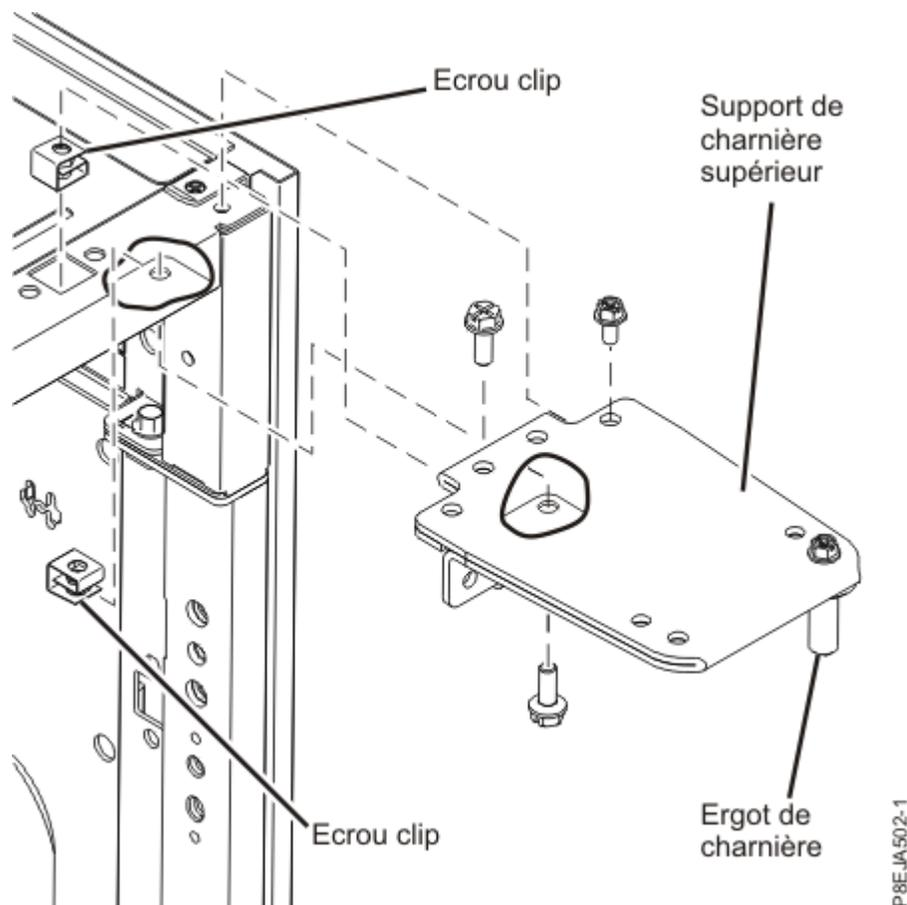

Figure 105. Installation partielle du support de charnière supérieur
- a. Ajoutez deux écrous clip M6 à l'armoire, comme indiqué à la Figure 105, à la page 153. Un écrou clip est placé sur la partie supérieure de la bride de l'armoire et un autre sur la section inférieure de la bride de l'armoire.
- b. Installez le support de charnière supérieur en serrant les vis M5 et les deux vis M6x16, comme indiqué à la Figure 105, à la page 153. Utilisez un tournevis dynamométrique pour serrer les vis jusqu'à $2,5 \text{ Nm} \pm 0,2 \text{ Nm}$.
- c. Dévissez l'ergot de charnière supérieur, comme indiqué à la Figure 105, à la page 153 et mettez-le de côté.